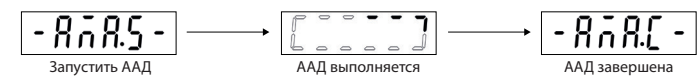

Рис. 7. Индикация состояния ААД
- Установите значение [1] **Включить полн. ААД** или [2] **Включить сокр. ААД** для параметра P4.2.1.3 AMA Mode; на главном экране появится сообщение **Запустит ААД**, см. рис. 7.